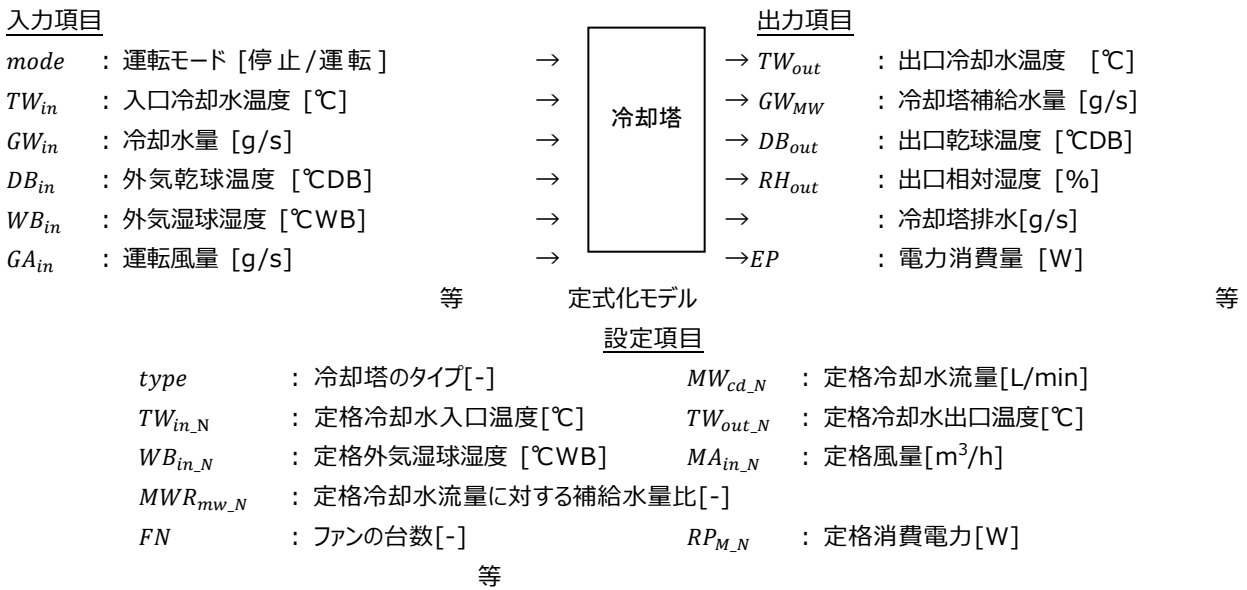

図 2 冷却塔モジュールの計算概要
(4) スペック入力項目(図 2 における設定項目)
(5) シーケンス接続(図 2 における入力項目、出力項目)